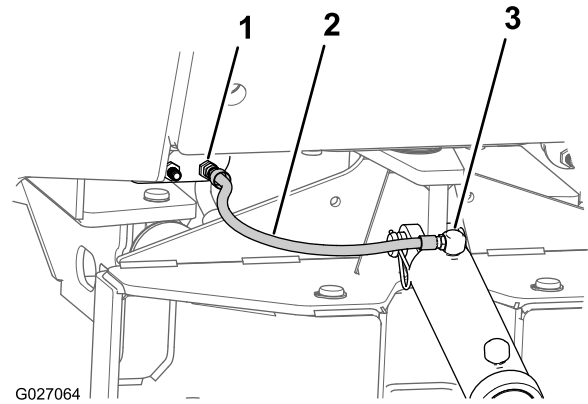

Figura 40
3. Conecte la manguera de extensión del cilindro de elevación (3/8 x 23 pulgadas) entre el pasamuro del circuito de extensión del cilindro de elevación en el panel hidráulico derecho y el orificio de extensión del cilindro de elevación (Figura 40).